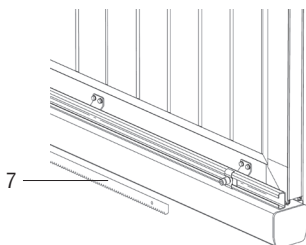

Рисунок 5
6. Расположите получившийся крепежный узел напротив отверстия в зубчатой рейке (7) (рисунок 5).